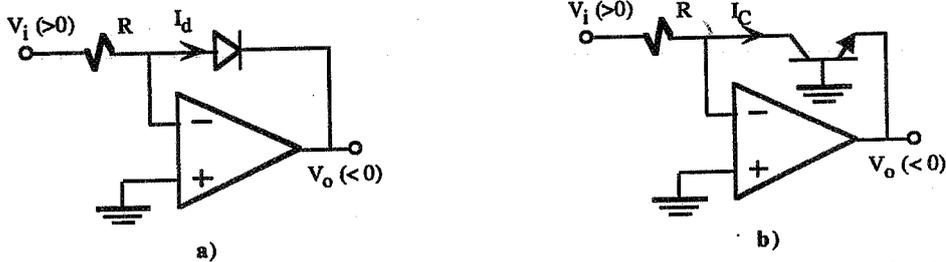

Figura 8.11. Amplificador logarítmico. a) basado en un diodo, b) basado en un transistor bipolar.
• **Logarítmico y antilogarítmico (exponencial).** Un amplificador inversor cuya resistencia de realimentación es sustituida por un diodo, tal como se muestra en la figura 8.11.a, se comporta como un circuito cuya salida es proporcional al logaritmo de la tensión de entrada. Esta relación se obtiene a partir de la característica tensión-corriente del diodo que aplicado a este circuito es
La figura 8.11.b describe la versión del amplificador logarítmico basado en un transistor bipolar NPN. La versión dual de estos circuitos se indican en las figuras 8.12.a y 8.12.b. Fácilmente se comprueba que la expresión de este amplificador exponencial es